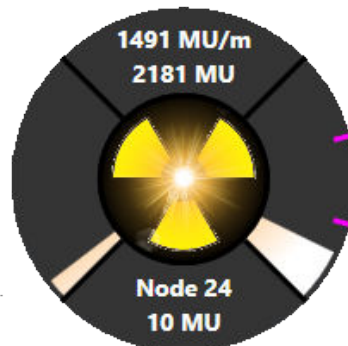

Figura 8.5.7 - Avanzamento del fascio
- Il quadrante di destra mostra lo stato di avanzamento nella sessione di trattamento. In caso di isocentri multipli, il quadrante è diviso in sezioni mediante una piccola tacca di colore rosa. Ogni sezione corrisponde a un isocentro (la figura 8.5.7 mostra 3 isocentri).